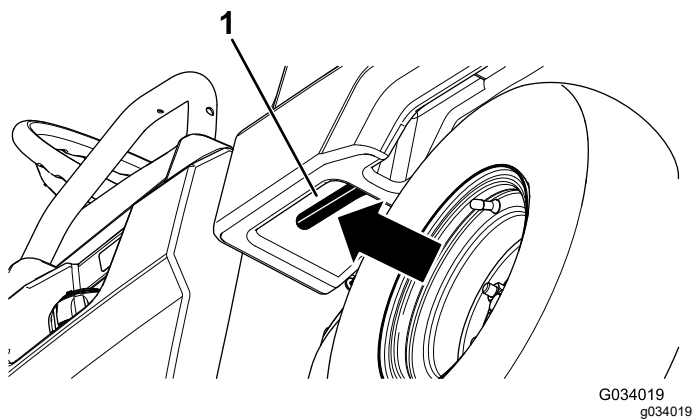

Figura 19
1. Tire hacia usted de la palanca situada a la izquierda, dentro de la plataforma de carga, y eleve la plataforma de carga (Figura 19).
1. Eleve ligeramente la plataforma de carga levantando la palanca de enganche (Figura 19).